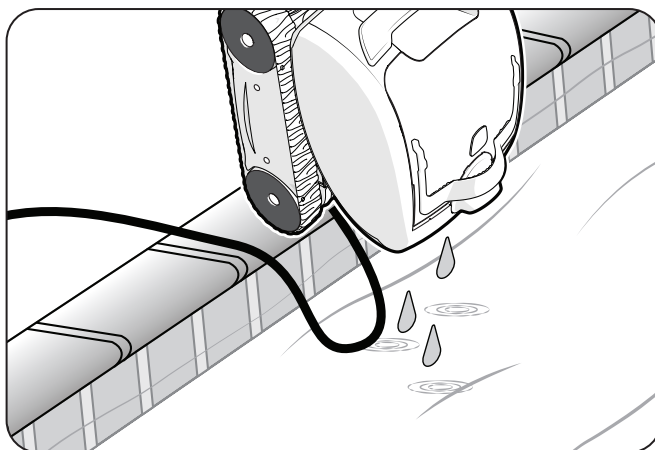

Figure 8. Vider l'eau du robot nettoyeur.
- Maintenir le robot nettoyeur verticalement au-dessus de la surface de la piscine pour vider l'eau avant de le retirer (Figure 8).